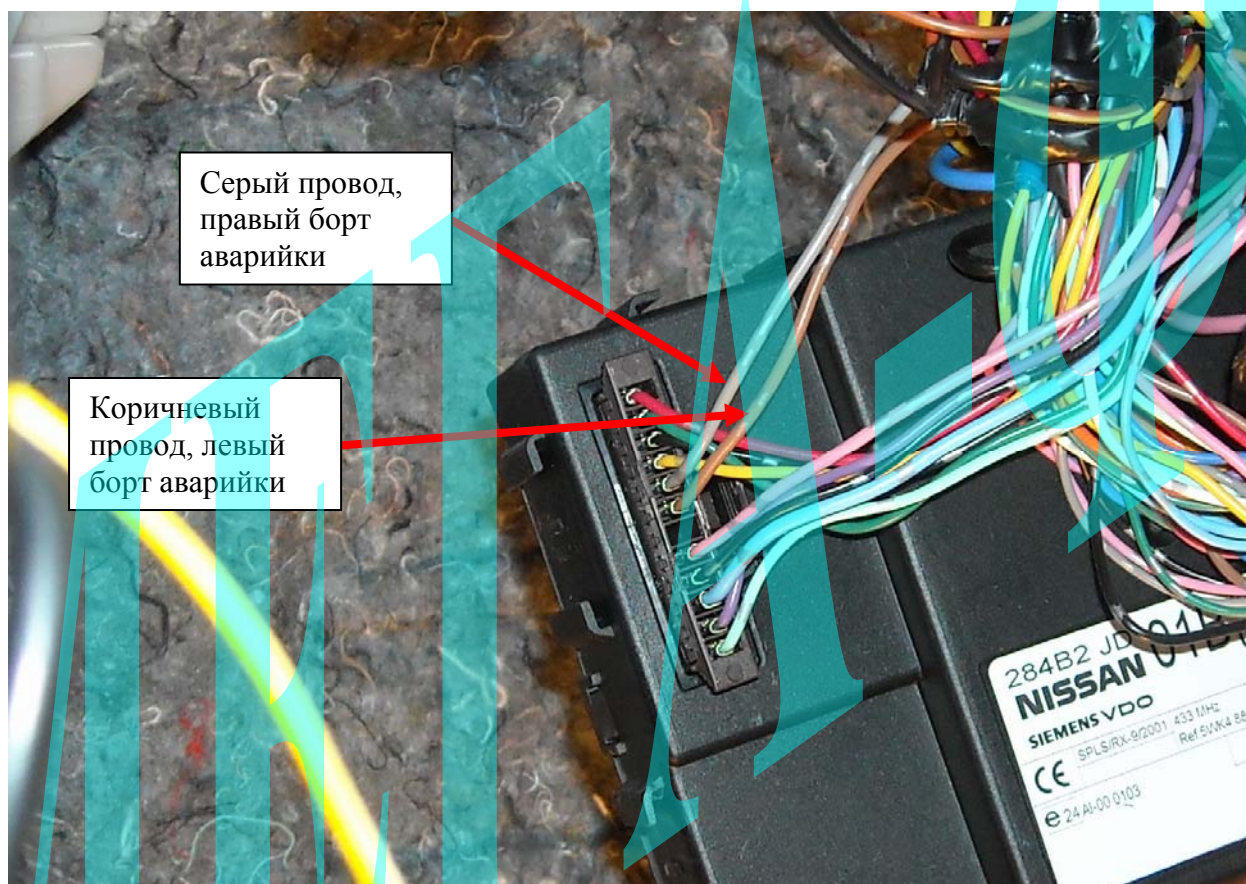

Рис. 3: Подключение аварийной сигнализации.
Для управления включением/выключением аварийной сигнализации следует фиолетовые провода разъема CN2 системы Scher-Khan Magicar 5(A) подключить к серому и коричневому проводам расположенным в коричневом разъеме блока BCM (контакты 47 и 48). См. рис. 3. Красный/белый провод разъема CN2 системы Scher-Khan Magicar 5(A) подключить к «плюсу» АКБ (возможно подключение к красному проводу разъема CN2 системы Scher-Khan Magicar 5(A) до 30 А предохранителя).